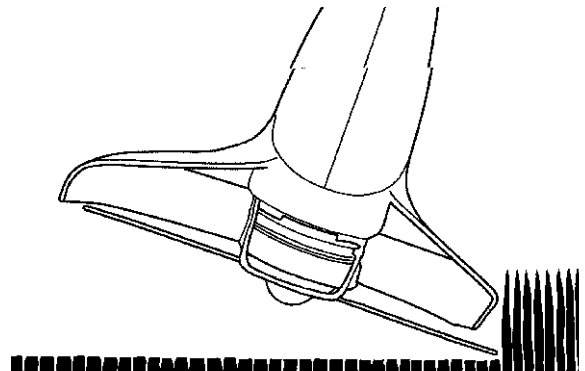

Fig. 13
2. **POUR TONDRE DE PLUS PRÈS** (Fig. 13). Tenir le coupe-herbe droit devant soi et l'incliner légèrement de manière que le fil de coupe se trouve à l'angle voulu sans que le dessous de la tête de coupe ne touche le sol. Toujours tondre loin de soi, ne jamais amener le coupe-herbe à soi.